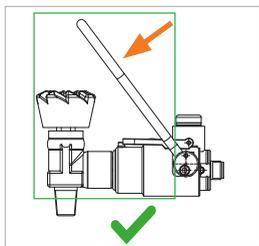

Abbildung 5
- ▶ Klappen Sie die Betätigung (Pos. 1) nach unten (Abbildung 5).